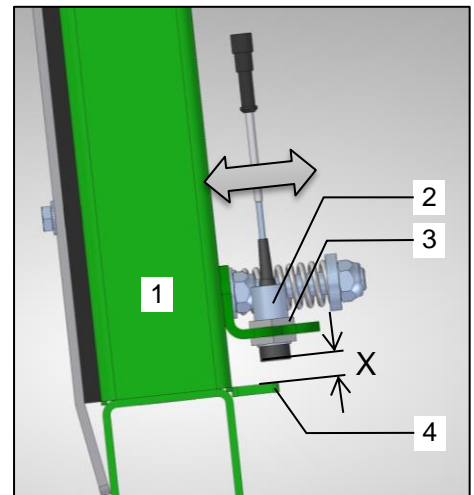

Bild 32: Sensor Einstellung
Mit Hilfe der Befüllautomatik wird der Transportboden automatisch bei Erreichen eines definierten Materialdrucks im Laderaum betätigt. Hierbei wird die Bewegung der mittleren Rungen der Stirnwall durch einen Sensor (Bild 32 / Pos.1) registriert. Spricht die Befüllautomatik zu schnell an, muss eine Einstellung des Sensors vorgenommen werden.
Der Sensor (Bild 32 / Pos.2) an der Stirnwall (Bild 32 / Pos.1) wird bei Ruhestellung eingestellt. Die mittleren Rungen der Stirnwall (Bild 32 / Pos.1) sind hierbei nicht belastet.
Unter Berücksichtigung des Abstands „X“ zwischen Sensor (Bild 32 / Pos.2) und Signalgeber (Bild 32 / Pos.4) wird der Sensor (Bild 32 / Pos.2) verschoben. Hierbei muss wie folgt vorgegangen werden:
- Verfahren Sie die Stirnwall (Bild 32 / Pos.1) in Transportstellung.
- Lösen Sie am Sensor (Bild 32 / Pos.2) die Mutter (Bild 32 / Pos.3).
- Spricht die Befüllautomatik beim Beladen zu schnell an, platzieren Sie den Sensor (Bild 32 / Pos.2) näher in Richtung Stirnwall (Bild 32 / Pos.1).
Soll die Befüllautomatik beim Beladen früher ansprechen, platzieren Sie den Sensor (Bild 32 / Pos.2) weiter von der Stirnwall (Bild 32 / Pos.1) weg.
- Halten Sie den Sensor (Bild 32 / Pos.2) in dieser Position und ziehen Sie die Mutter (Bild 32 / Pos.3) unter Berücksichtigung des maximalen Anzugsmoments wieder an.
Spricht die Befüllautomatik beim Beladen zu schnell oder zu spät an, muss erneut eine Einstellung des Sensors (Bild 32 / Pos.2) vorgenommen werden.